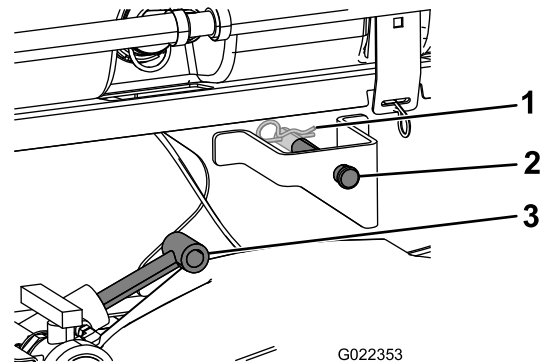

Figura 9
3. Extienda los cilindros de elevación hasta los soportes del patín del depósito y alinee los conectores del cilindro con los orificios de los soportes del patín del depósito (Figura 9).